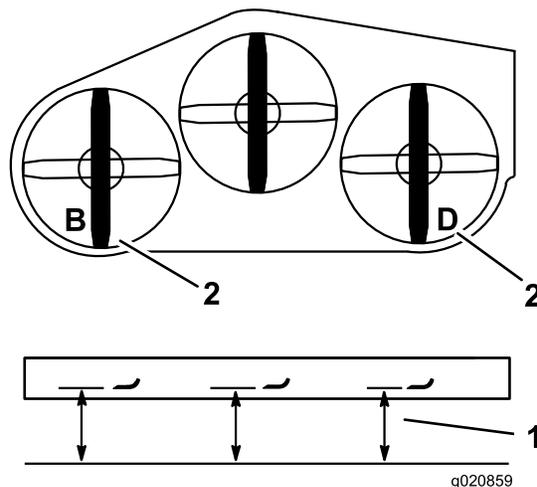

図 85
2. **B**位置で、平らな床面からブレードの刃先までの高さを測り、測定値を記録する 図 85。
3. **D**位置で、平らな床面から右側ブレードの刃先までの高さを測り、測定値を記録する 図 85。
**注** **B**位置における測定値が、**D**位置における測定値の $\pm 3\text{mm}$ 以内であれば適正とする。 (図 85)。高さの差がこの範囲内には以下の手順で調整する。